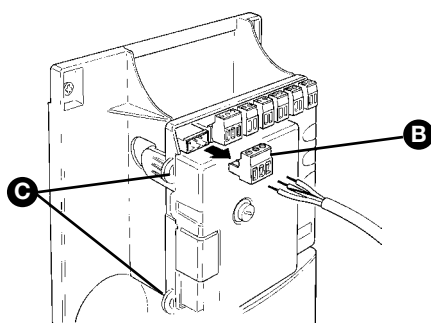

Figure 50
- Afin de faciliter les opérations, il est possible d'enlever les bornes [B] comme l'illustre la Figure 50; effectuer les connexions puis les remettre en place.